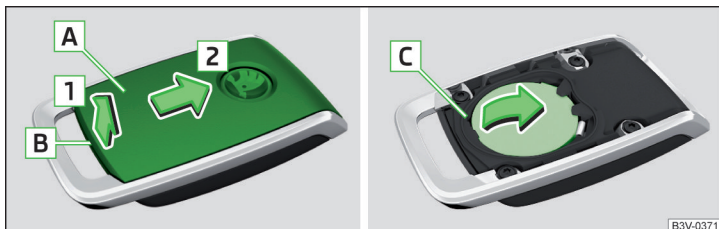

Fig. 351 Démontez le cache / retirez la pile
- Avec un tournevis à tête plate fin, détachez le cache **A** au niveau de **B** » fig. 351.